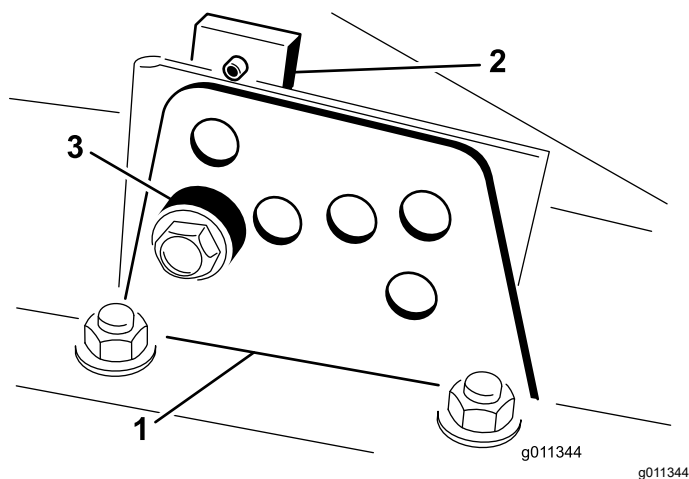

Figure 21
2. Desserrez le boulon qui fixe le support de hauteur de coupe à la plaque de hauteur de coupe (à l'avant et de chaque côté), comme montré à la Figure 21.
4. Tout en supportant la chambre, déposez l'entretoise (Figure 21).